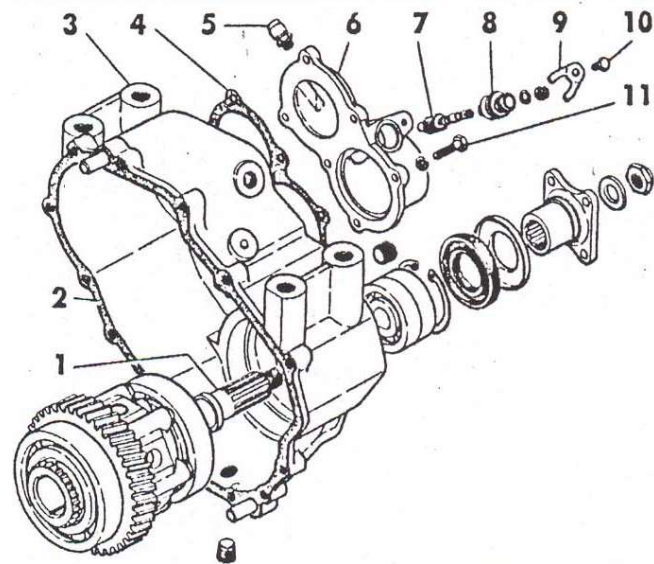

Рис.6.16 Детали заднего картера раздаточной коробки:
- отвернуть болты 11 (рис. 6.16) крепления задней крышки 6 подшипника первичного вала и снять заднюю крышку;
При разборке задней крышки коробки привода заднего ведущего моста (при исполнении с водомётom - передней крышки) необходимо отвернуть болт 10 (рис. 6.16) и снять стопор 9, после этого извлечь из крышки штуцер 8 и ведомую шестерню 7 привода спидометра.